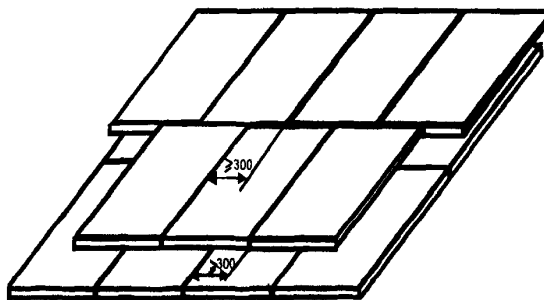

Рисунок 1 — Схема укладки теплозвукоизолирующих пенополистирольных плит
**5.45.** Керамзитовый песок рассыпают слоями с разравниванием рейкой по выставленным с помощью уровня профилям, начиная от стены, противоположной входу, и последующим уплотнением, а пенополистирольные плиты устанавливают насухо с обеспечением надежного примыкания к основанию и плотности стыков между плитами. Не допускается образование перекрестных швов пенополистирольных плит. При использовании двух и более слоев совпадение швов по вертикали не допускается. В связи с этим рекомендуется укладка слоев со смещением плит не менее чем на 300 мм в поперечном направлении (рисунок 1).